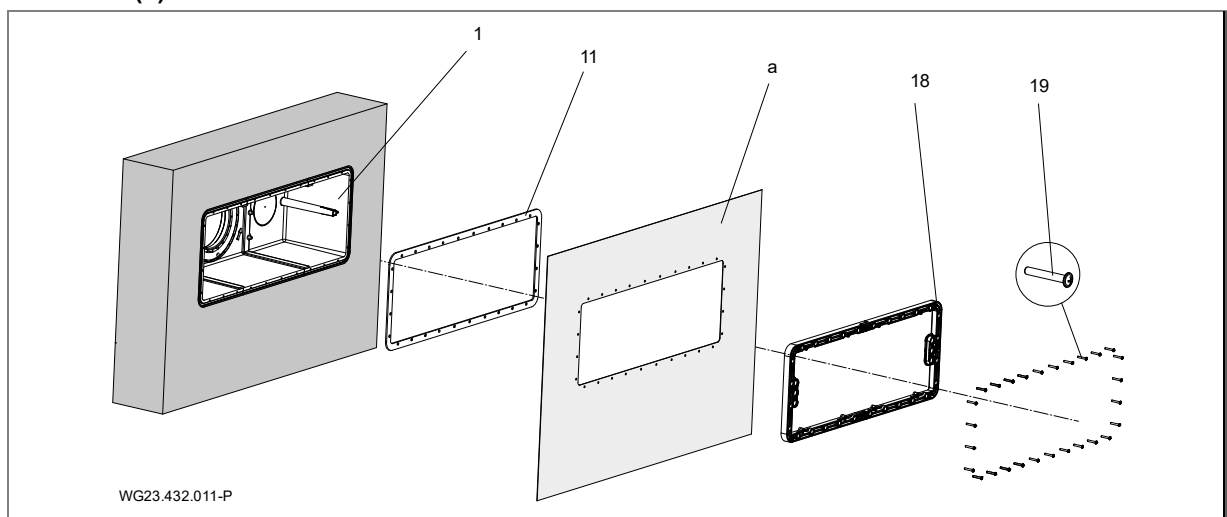

Fig. 7
Para la estanqueidad con la pared de hormigón recomendamos crear un anillo perimetral de resina epoxi/arena de cuarzo en la pared exterior del lado de la piscina de la carcasa (1). Ver "Fig. 7", página 14.
1. Profundidad de montaje: el centro de la carcasa empotrada (1) debe colocarse 35 cm debajo del nivel del agua.
3. Emborne los listones de apoyo (17) entre los dos solapamientos del lado interior de la carcasa.
4. Presione manualmente la junta perfilada (11) sin tracción a lo largo de la ranura en la carcasa (1) (fíjela en el lado del suelo con una gota de adhesivo instantáneo).
5. Coloque el cordón redondo obturador (16) en la ranura de la carcasa.
6. Alinee la carcasa empotrada (1) con la identificación «OBEN/ UP/ HAUT» (ARRIBA) y fíjela con los tornillos cortantes (19) en el encofrado.